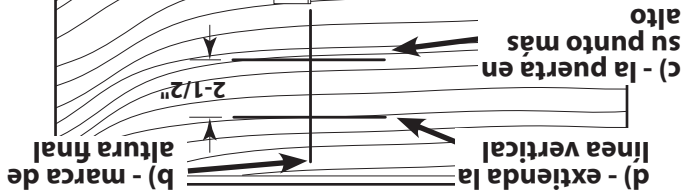

FIG. 2-1 Marca de altura final
- Marque la altura medida en la pared arriba de la puerta (Fig. 2-1, c).
- Suma 2-1/2" a la altura marcada recién hecha en la pared. Este es el lugar para el soporte del travesaño (Fig. 2-1, d).